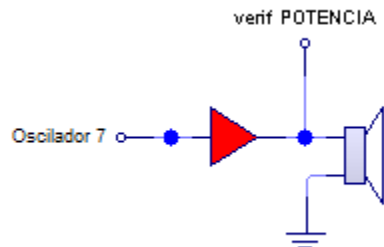

Figura 4.14: Conexión para calibrar potencia
- 2) Una vez hechas las conexiones de la figura 4.14 es necesario que con el control de amplitud de señal del amplificador a caracterizar (volumen) se asegure una potencia en la bocina de 1[W], esto se puede comprobar con el LED correspondiente de la tarjeta detectora de potencia, variando el volumen siempre de menor a mayor, se busca el momento donde se encienda el LED de la tarjeta detectora de potencia, asegurando así la potencia en la carga. Cuidar que la potencia entregada a la carga no sobrepase las especificaciones del amplificador a caracterizar y que los límites inferior y superior en la tarjeta detectora de potencia sean los correctos.